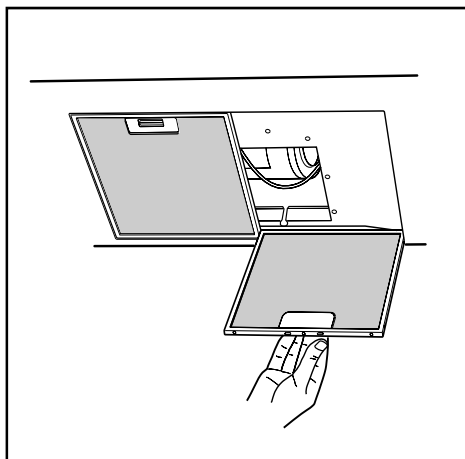

Fig.7
- La distanza minima fra la superficie di supporto dei recipienti di cottura sul dispositivo di cottura e la parte più bassa della cappa da cucina deve essere di almeno 65 cm. Se dovesse essere usato un tubo di connessione composto di due o più parti, la parte superiore deve essere all'esterno di quella inferiore. Non collegare lo scarico della cappa ad un condotto in cui circoli aria calda o utilizzato per evacuare fumi degli apparecchi alimentati da un'energia diversa da quella elettrica. Prima di procedere alle operazioni di montaggio, per una più facile manovrabilità dell'apparecchio disinserire i filtri/ri antigrasso (Fig.7).
Per il montaggio del deviatore aria filtrante fare riferimento alle istruzioni contenute nel kit. Se il kit non è in dotazione, ordinarlo al Vs. rivenditore come accessorio. I filtri al carbone attivo devono essere applicati al gruppo aspirante posto all'interno della cappa (Fig.7).